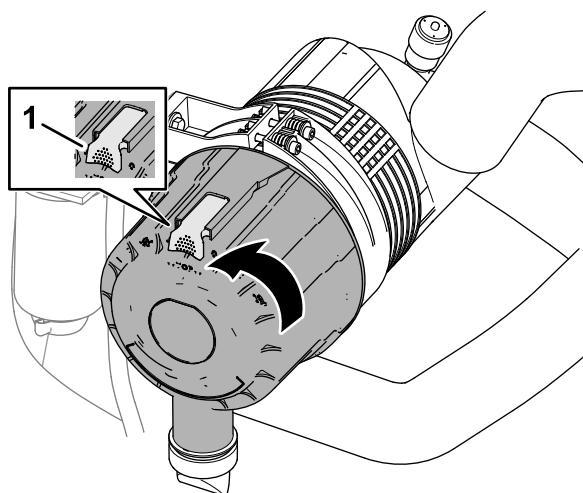

Figure 63
4. Tirez le verrou vers l'extérieur et tournez le couvercle du filtre à air dans le sens antihoraire (Figure 63).